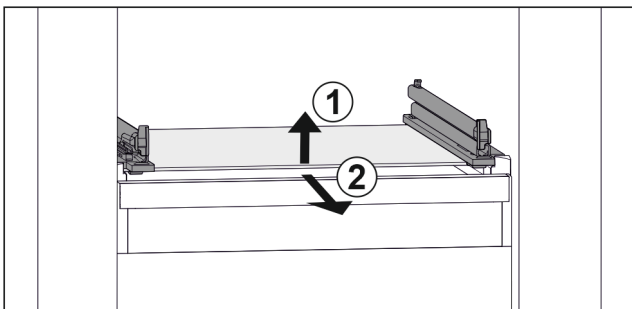

Fig. 59 Примерно изображение на стъклената плоча
- Повдигнете стъклената плоча отпред. Fig. 59 (1)
- Извадете стъклената плоча напред. Fig. 59 (2)